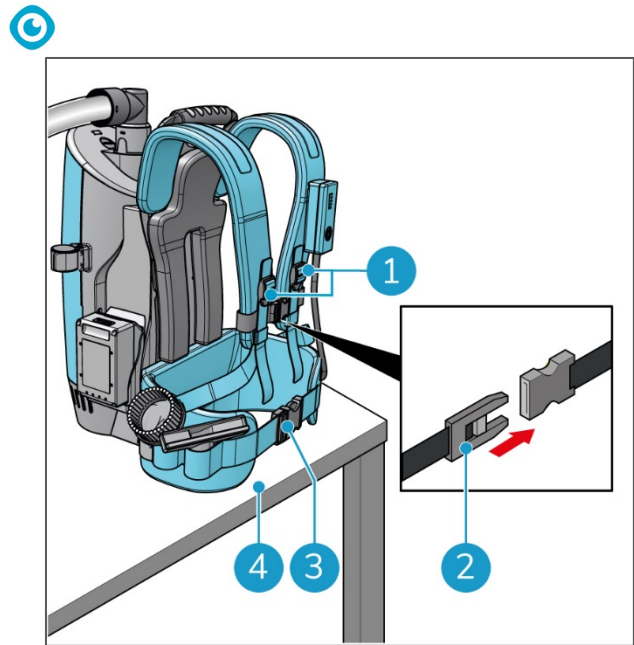

Figura 18
7. Coloca la i-move 2.5B® sobre una mesa o similar (Figura 18, pos. 4).
8. Abre la correa de la cintura (Figura 18, pos. 3).
9. Suelta la hebilla de la parte delantera (Figura 18, pos. 2).
10. Suelta las 2 hebillas (Figura 18, pos. 1).
7. Coloca la i-move 2.5B sobre una mesa o similar (Figura 18, pos. 4).